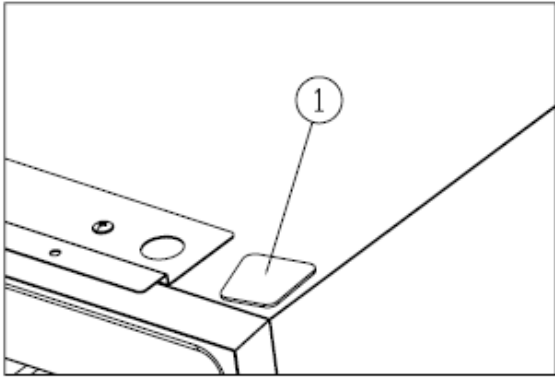

Figura 4
- ✧ Instale la tapa germinal ① (figura 4).